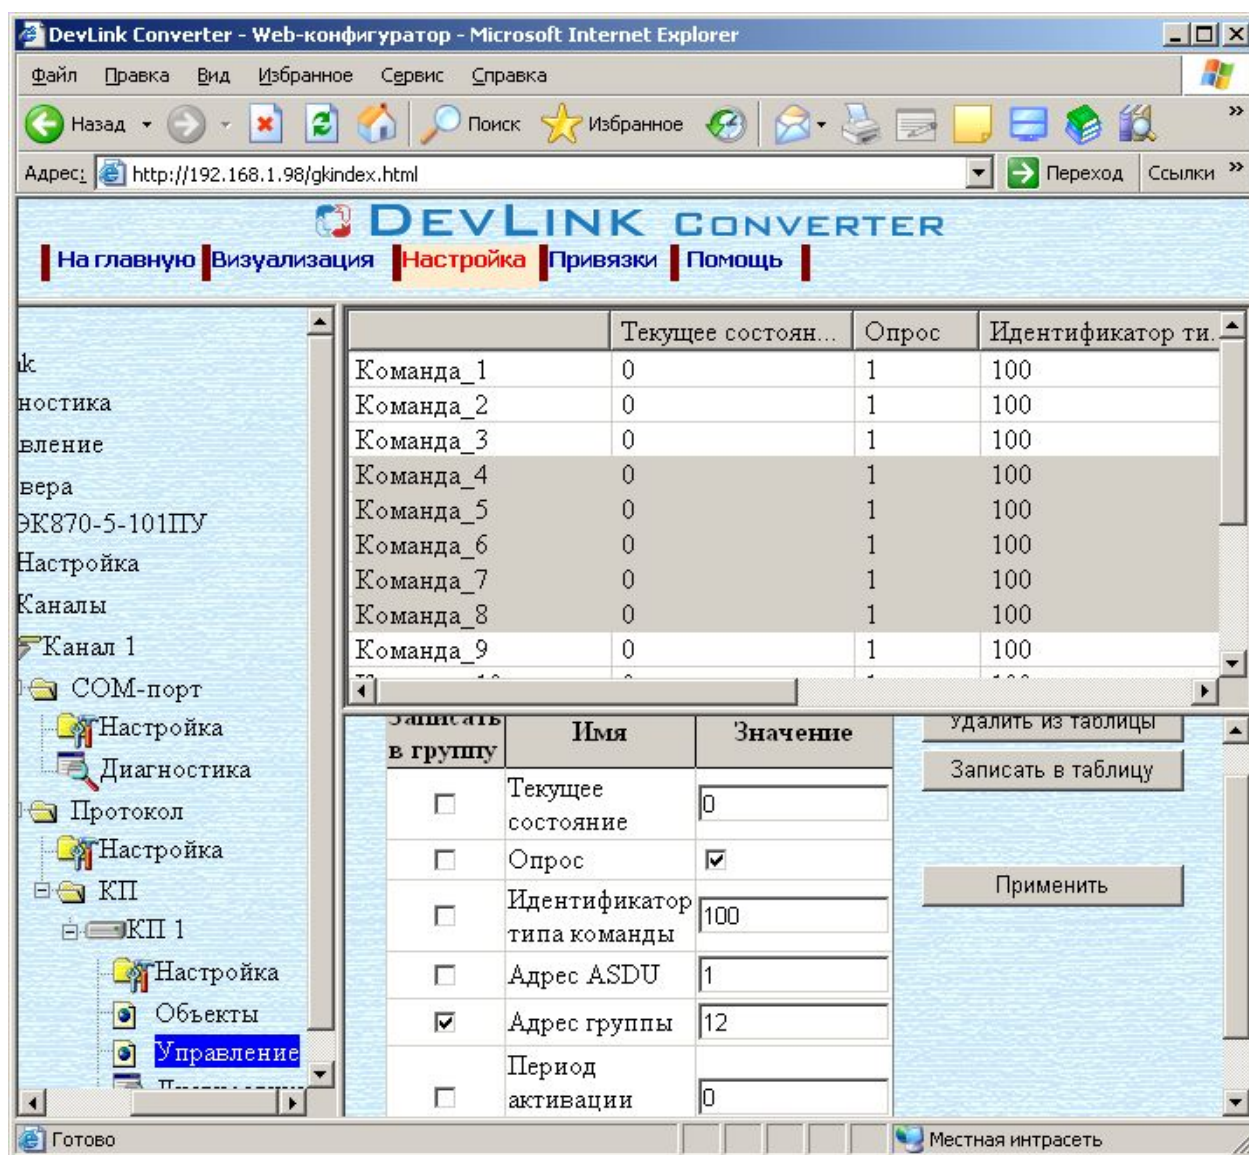

Рисунок 3.14 - Настройка команд управления
- Выберите в дереве лист «Управление» (рисунок 3.14)